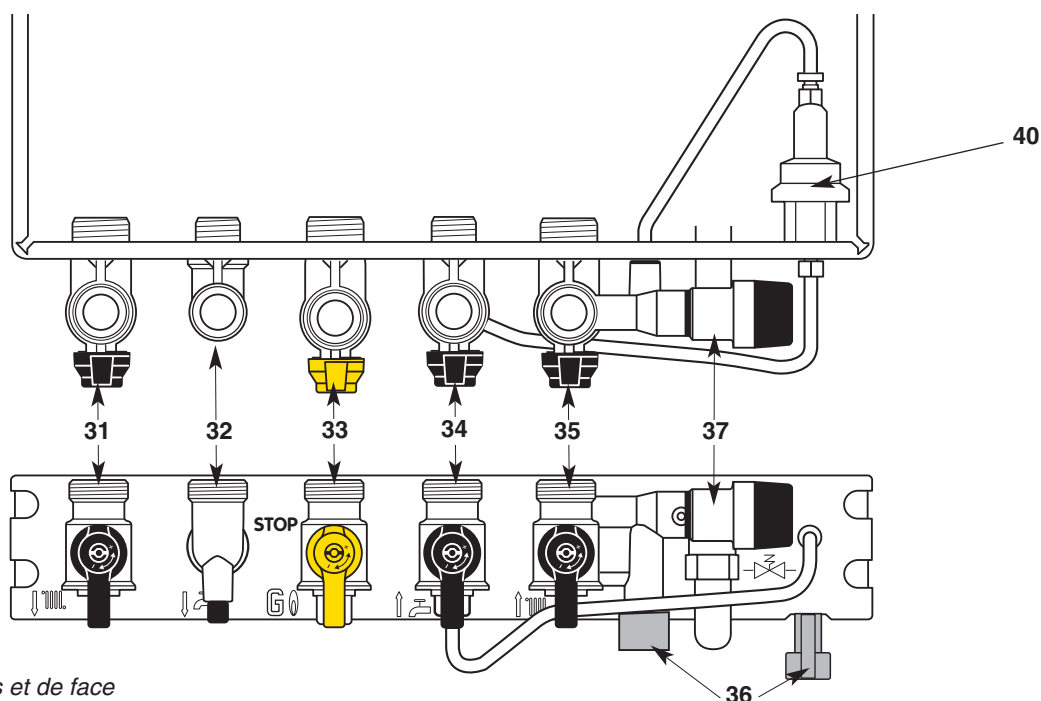

Fig. 23 - Vues de dessus et de face
### Barrette robinetterie (fig. 23)
3. Ouvrez le robinet d'arrivée de gaz **33** (fig. 23), sur la position .
- Coupez l'arrivée du gaz en tournant le robinet **33** (fig. 23), sur la position STOP.
*Dans certains cas d'installation, il est possible qu'il se produise, après puisage d'eau chaude, un léger réchauffement de la canalisation (et éventuellement d'un radiateur). Pour l'éviter, il suffit de fermer le robinet départ chauffage **31** (fig. 23).*